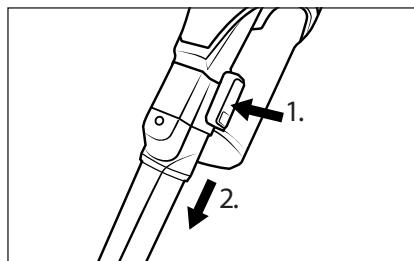

Abb. 15
- ♦ Zum Entfernen des Zubehörs halten Sie die Entriegelungstaste am Zubehör gedrückt und ziehen Sie dann das Zubehör vom Saugrohr 23 oder von der Saugöffnung des Gerätes ab (siehe Abb. 15).